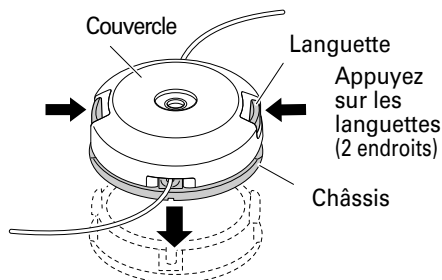

Fig. 22
- (2) Appuyez sur les languettes opposées, puis retirez le couvercle du châssis. (Fig. 22)